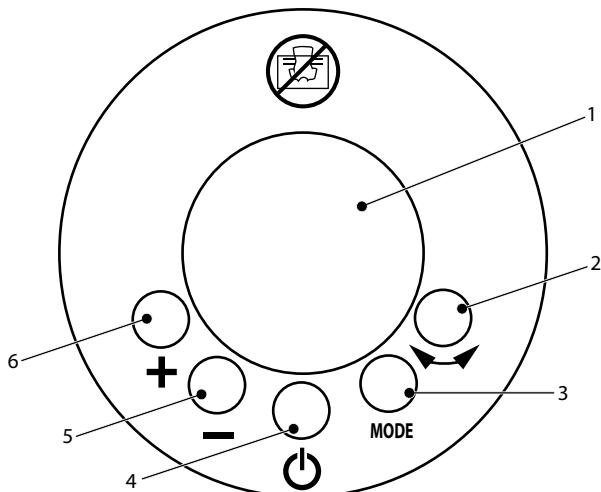

Рис. 2
3. Нажмите кнопку включения 4 на панели управления (рис. 2, 4).
4. Выберите режим работы тепловентилятора, нажав на кнопку **MODE** на панели управления (рис. 2, 4).
5. С помощью кнопок 5 и 6 выберите необходимую температуру, отображаемую на дисплее 1 (рис. 2) и 2 (рис. 3).
6. При необходимости равномерного прогрева помещения нажмите кнопку режима осцилляции 2 (рис. 2, 4).
7. При необходимости зажмите кнопку **MODE** на 5 секунд, с помощью кнопок 5 и 6 выберите время отключения питания. Настройка завершится после 3 мерцаний дисплея (рис. 2, 4).
2. Нажмите кнопку выключения 4 на панели управления (рис. 2, 4).